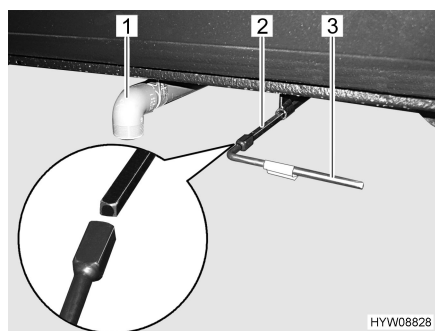

Fig. 76 Levier de commande et tuyau de purge du réservoir d'eaux usées
- Placer le tuyau de purge (Fig. 76,1) directement au-dessus de la station d'évacuation ou emboîter le tuyau d'évacuation des eaux usées (équipement spécial) sur le tuyau de purge (Fig. 76,1).
- Ouvrir le robinet de vidange. Insérer pour ce faire la clé mâle quatre pans fournie (Fig. 76,3) sur les quatre-pans du robinet de vidange (Fig. 76,2).
- Tourner la clé mâle quatre pans (Fig. 76,3) d'un quart de tour dans le sens inverse des aiguilles d'une montre. Les eaux usées sont évacuées.
- Une fois que les eaux usées se sont entièrement écoulées : Refermer le robinet de vidange. Tourner la clé mâle quatre pans (Fig. 76,3) d'un quart de tour dans le sens des aiguilles d'une montre.
- Retirer la clé mâle quatre pans (Fig. 76,3) et la ranger.